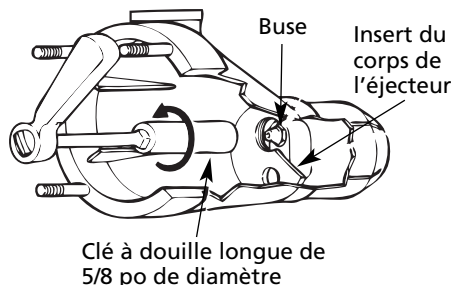

Figure 18 – Dévissage de la buse
- Si nécessaire, dévisser et enlever la buse à l'aide d'une clé à douille longue de 5/8 po de diamètre (voir Figure 18).